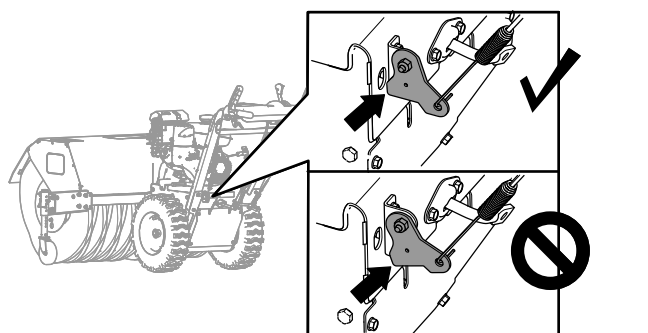

Figura 33
2. Compruebe el espacio entre el extremo inferior del soporte del cable de tracción y la placa superior de la máquina (Figura 33).